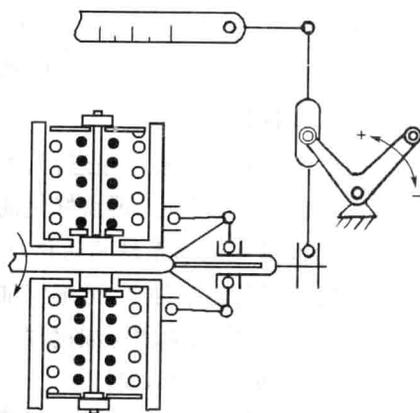

图3-2 两极式调速器
(3)由指导教师从P型泵中拆出调速器,结合图3-2,让学生认识两极式调速器,观察飞块、调速弹簧、调速杠杆、调节齿条的装配关系;分析两极式调速器的工作原理。